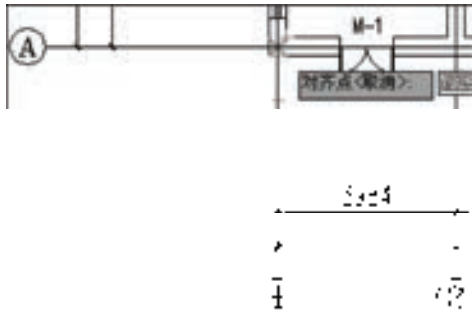

图 11-12 指定对齐点
- 12) 指定A轴与1轴的交点为对齐点，如图11-12所示。